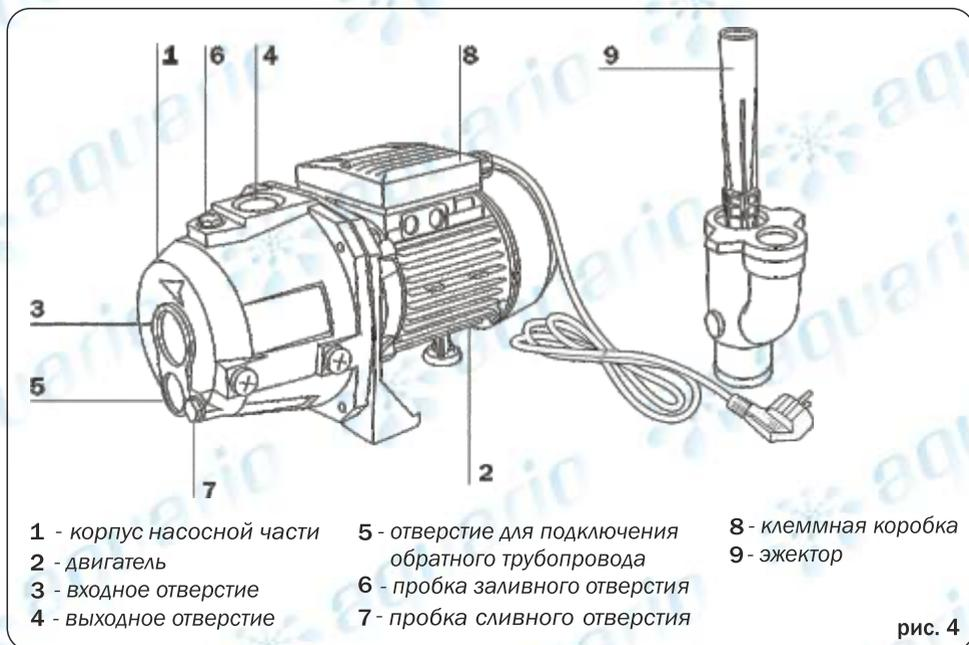

рис. 4
- 4.3 Насос должен устанавливаться в сухом, проветриваемом помещении либо на открытом воздухе в защищенном от осадков и прямых солнечных лучей месте. **Не допускается попадание воды внутрь двигателя, на клеммную коробку насоса, на реле давления (для насосной станции), рис.4,5**
Внешний вид насоса с указанием его основных узлов и элементов показан на рис. 4.
Перед вводом в эксплуатацию корпус насоса и всасывающая магистраль тщательно заполняются водой через заливное отверстие 6 (рис.4), либо через заливной кран 1 (рис.6). После заполнения заливное отверстие или заливной кран должны быть герметично закрыты.